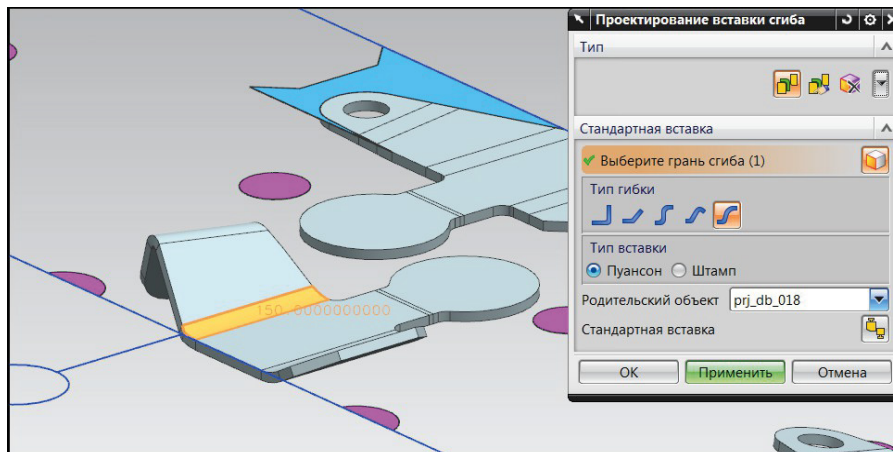

Рис. 9.18. Выбор грани сгиба
4. В разделе **Стандартная вставка** выберите переключатель **Пуансон**, нажмите кнопку **Выберите грань сгиба**. В рабочем окне укажите грань полуфабриката, как показано на рис. 9.18.